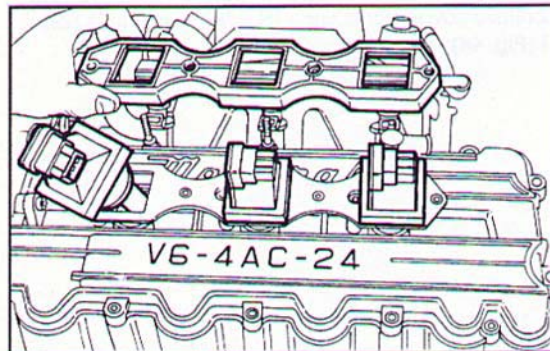

Fig. 38 ▼
- sfilare i coperchi e rimuovere le bobine (Fig. 38);
- slip off the covers and take out the coils (Fig. 38);